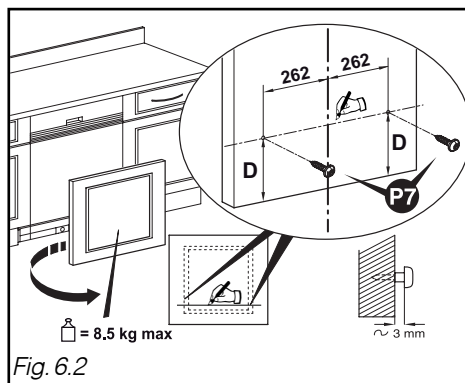

Fig. 6.2
- Calculez la cote **D = A - B**, tracez un trait à la cote **D** à l'arrière du panneau, en partie basse. (Fig. 6.2)
- Positionnez les deux emplacements de vis à 262 mm de l'axe du panneau bois. Mettre les 2 vis **P7**. (Fig. 6.2)